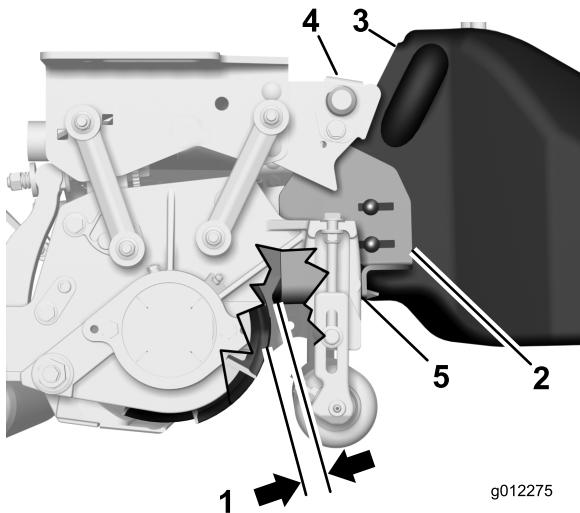

Figura 15
- Em cada extremidade do cesto, desaperte as porcas dos parafusos de carroçaria que prendem os suportes de paragem do cesto ao cesto (Figura 15).
- Coloque o cesto de forma a que fique paralelo à unidade de corte com uma folga mínima de 6 mm entre a borda do cesto e o cilindro (Figura 15).